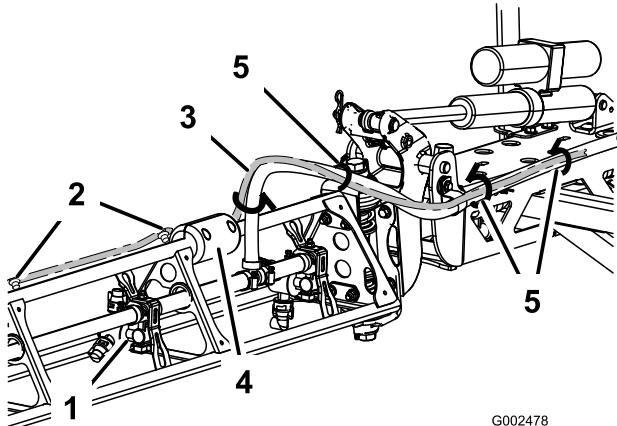

図 4
6. センサーのワイヤを、下側サポートに沿ってサイド・ブロックまで配線する（図 4）。そして、付属のクリップで、ブームのトップに固定する。
7. センサーのワイヤを、サイド・ブロックの下を通してブーム供給ホースとセンター・ブーム・アセンブリまで配線する。ケーブル・タイを使ってワイヤ・ハーネスをブーム・ホースに固定する（図 4）。